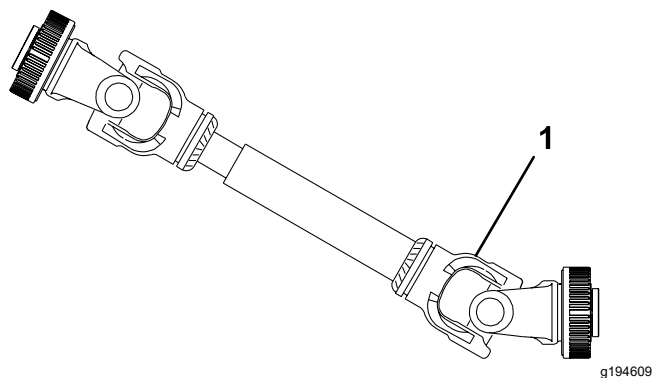

图 25
**重要事项** 当连接 PTO 时确保机器没有提升到必要高度以上。机器提升得太高会导致 PTO 驱动轴转向节断裂图 25。PTO 的向上操作角度可达 25°但当机器处于其最高位置时角度切勿超过 35°否则可能对 PTO 轴造成严重损坏。